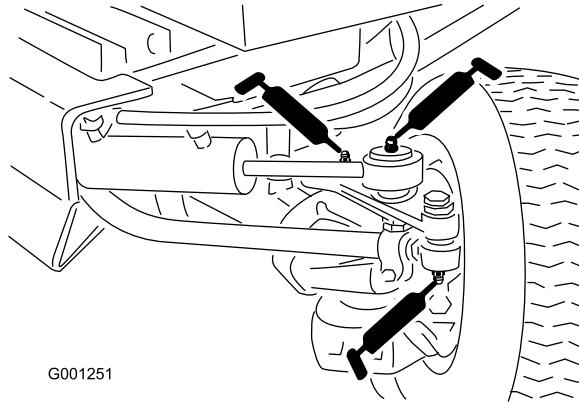

図 44
- ・タイロッドの端部(2か所)(図 44)
- ・シリンダ・ロッドの端部(2か所)(図 44)
- ・ステアリングのピボット(2か所)(図 44)
- ・アクスルのピボットピン(図 44)